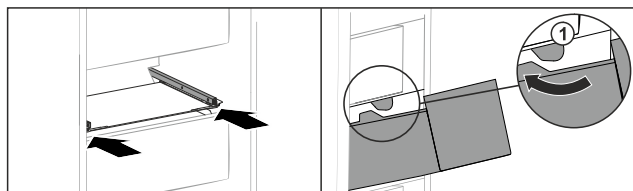

Fig. 168
- Lirka utdragslåda runt stoppklackarna Fig. 168 (1).